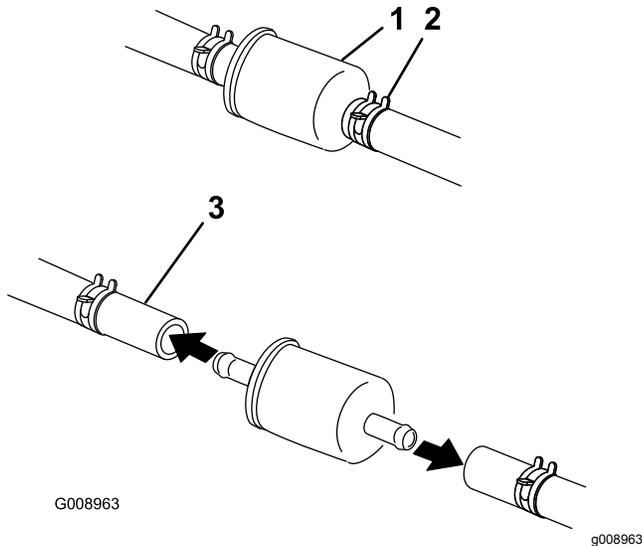

Figura 56
- Cierre la válvula de cierre de combustible, situada debajo del asiento (Figura 56).
- Apriete los extremos de las abrazaderas y deslícelas por la manguera alejándolas del filtro (Figura 56).
- Instale un filtro nuevo y acerque las abrazaderas al filtro (Figura 56).